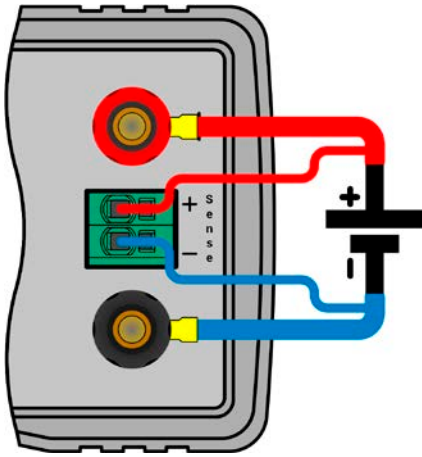

图 12 - 远程感测接线举例
- 感测线跟源极之间要**+**与**+**，**-**与**-**相连，否则会损坏两个系统。见图 12。